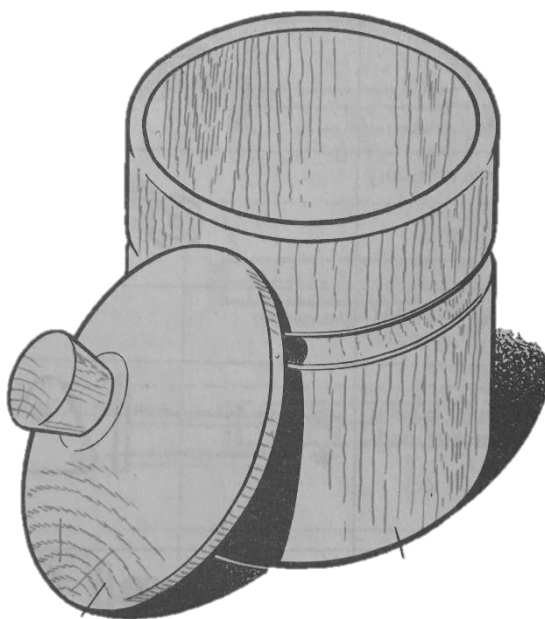

Рис. 1. Образец коробочки
1. По указанным данным, в *M 1:1* разработайте чертеж деревянной коробочки (Рис.1). Чертежи оформляйте на одном формате А 4, с указанием рамки и основной надписи.